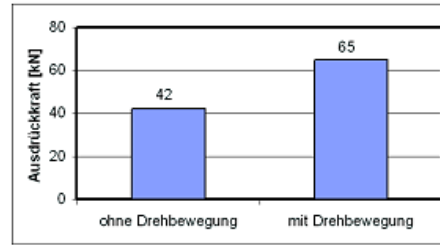

Bild 4: Ausdrückkräfte im Vergleich mit konventioneller Buckelschweißung
- Steigerung der Festigkeit um bis zu 50 % (Bild 4),